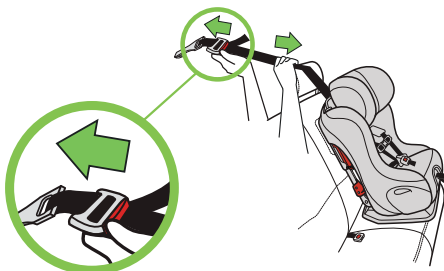

Figura 76
- Oprima y mantenga oprimido el botón de ajuste para alargar la correa superior tirando de esta al mismo tiempo, como se muestra en la **figura 76**.